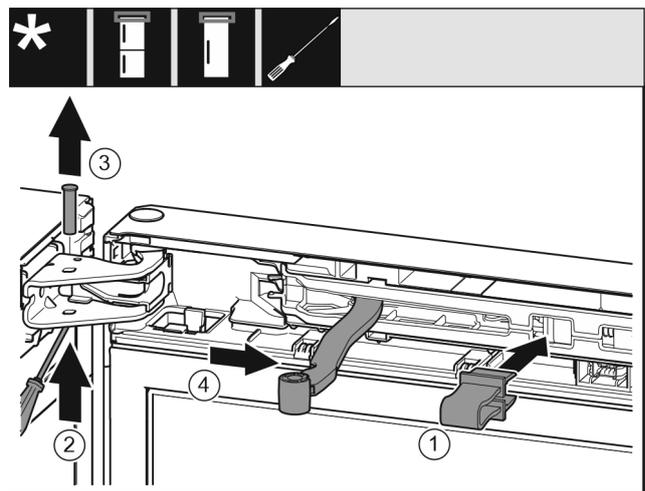

Fig. 10
- ▶ Зафиксируйте предохранитель Fig. 10 (1) в отверстии.
- ▶ Выкрутите палец Fig. 10 (2).
- ▶ Извлеките палец Fig. 10 (3) движением вверх.
- ▶ Поверните шарнир Fig. 10 (4) в направлении двери.